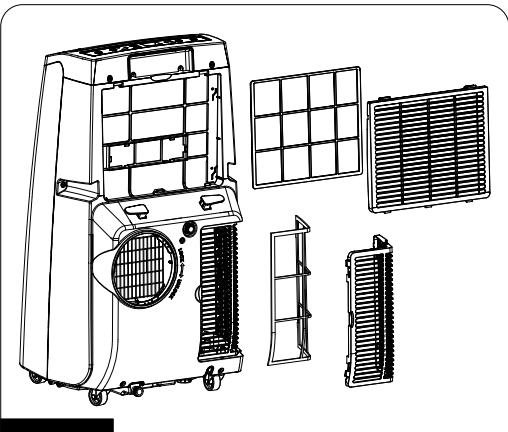

рис.10
2. Чистите фильтры каждые 2 недели или чаще (если эффективность кондиционера падает). Фильтры находятся с внутренней стороны решеток входа воздуха (8) и (13). Чистите их следующим образом:
- с задней части корпуса кондиционера снимите с защелок верхнюю (13) и нижнюю (8) решетку входа воздуха, а с внутренней стороны решеток снимите фильтры (рис. 10), осторожно поддавая защелки (выполните эти действия очень аккуратно, чтобы не повредить фильтры и решетки)